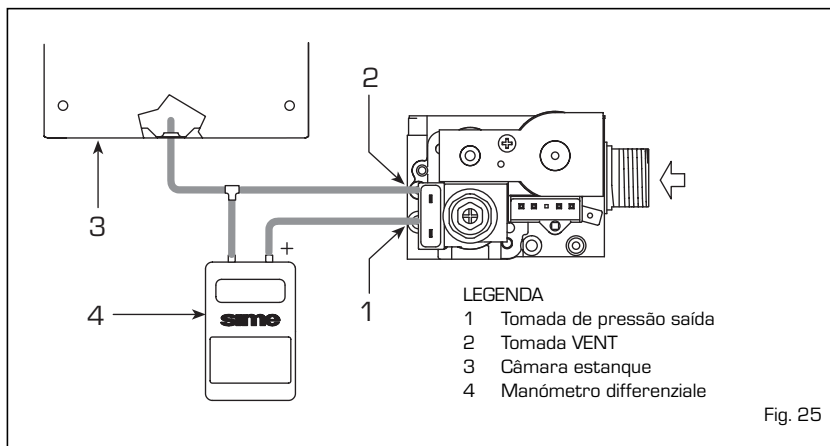

Fig. 25
- **Ligador "Albatros"** [15 fig. 25]
Para a medição da pressão no injector, ligue um manómetro como indicado na fig. 25. Essa ligação deverá também ser utilizada para as verificações das pressões máxima e mínima do gás, mas se for necessária uma correcção da calibragem consulte as indicações da alínea 4.4.1.